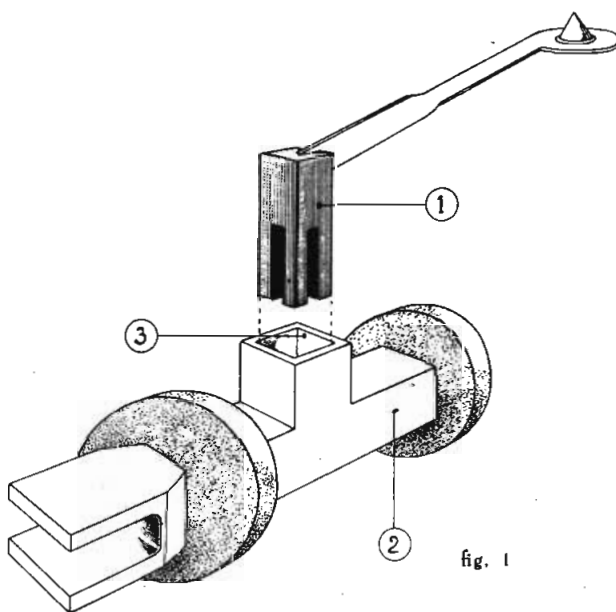

fig. 1
Het verwisselen van de naald is betrekkelijk eenvoudig, doch dient met voorzichtigheid te geschieden, hetgeen geldt zowel voor de kristaleenheden met een metaal als die met een plastic anker. Met een pincet wordt de naald zo dicht mogelijk bij de stift, pos. 1 in fig. 1, vastgepakt en uit het anker, pos. 2 in fig. 1, getrokken. Dit dient te geschieden in de richting, die loodrecht staat op het vlak van het metaal plaatje waarmee de onderzijde van het opnemer-element is afgeschermd. Teneinde te voorkomen, dat het kristalelement zou worden beschadigd, mag beslist niet in andere richtingen worden getrokken of gewrongen.
De nieuwe naald wordt zodanig in de houder, pos. 3 in fig. 1, geschoven, dat de hoeken van de stift en die van de houder precies samenvallen. Doet men dit niet nauwkeurig, dan zal de houder worden beschadigd met het gevolg, dat de naald niet de juiste stand heeft of zelfs niet meer in de houder past en er uitvalt. Ook kan bij een onvoorzichtige behandeling het